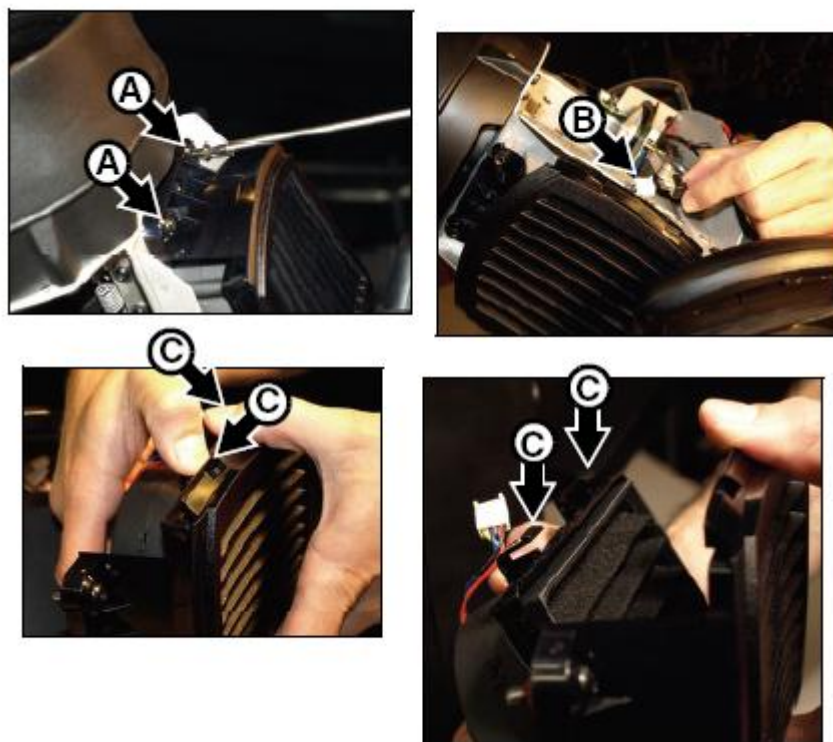

Рисунок 14. Снятие воздушного фильтра головной части
3. См. рисунок 14. Ослабьте два невыпадающих винта Torx 25 A с передней стороны корпуса фильтра, пока они станут свободно поворачиваться.
8. См. рисунок 14. Зацепите сторону панели напротив зажима С за корпус, а затем нажатием надвиньте панель на корпус, убедившись, что защелки встали на место в корпусе и что панель расположена правильно, без зазоров, через которые воздух может обойти фильтр.